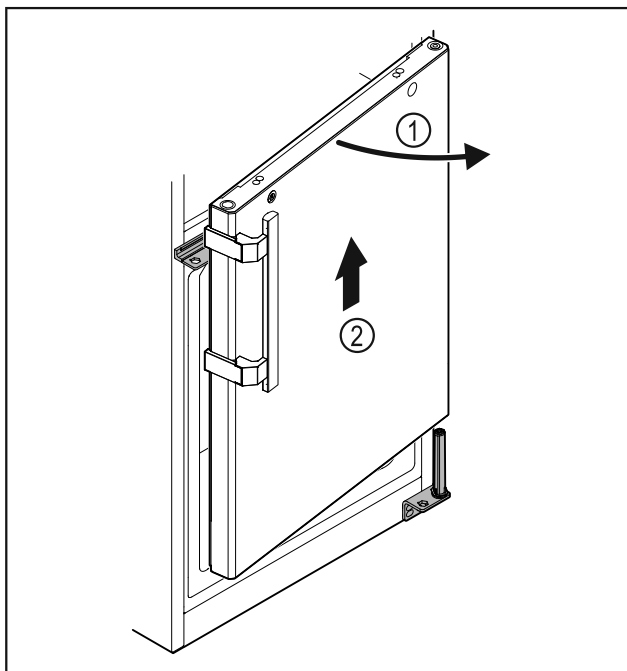

Fig. 28
- ▶ Aprire di poco la porta Fig. 28 (1), sollevarla di ca. 200 mm verso l'alto in senso orizzontale e rimuoverla Fig. 28 (2).